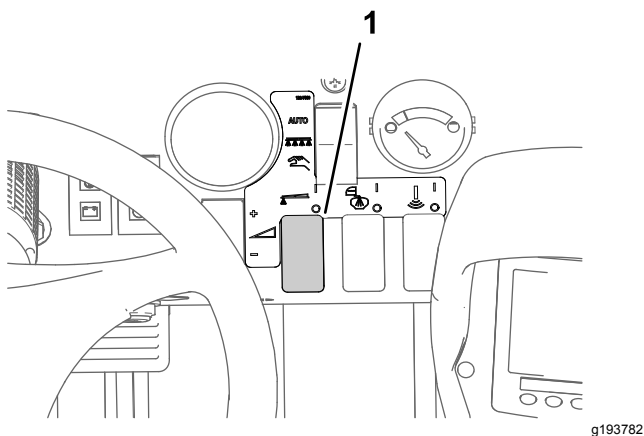

Figura 33
8. Utilizzate l'interruttore del volume di applicazione per ottenere la pressione di irrorazione desiderata come indicato nella guida di selezione degli ugelli fornita con l'irroratrice (Figura 33).